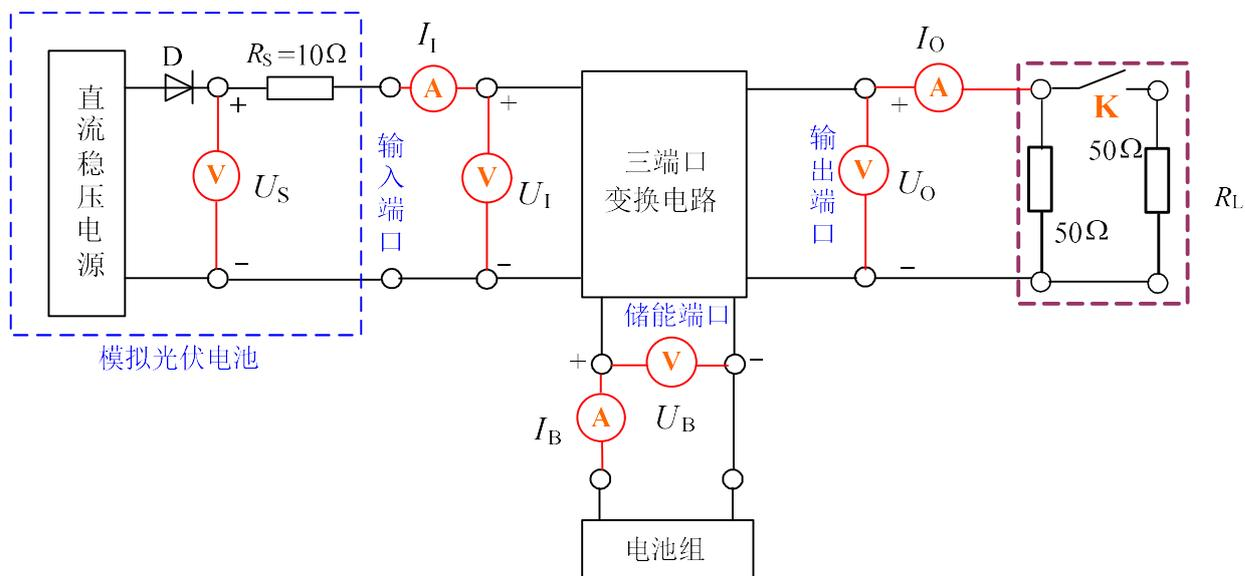

图2 三端口 DC-DC 变换器测试参考接线图
(5) 变换器效率 $\eta_I = \frac{P_O + P_B}{P_I} \times 100\%$ 、 $\eta_{II} = \frac{P_O}{P_I + P_B} \times 100\%$ ，其中 $P_I = U_1 \cdot I_1$ 、 $P_O = U_O \cdot I_O$ 、 $P_B = |U_B \cdot I_B|$ 。变换器的所有电路（包括测控电路）均由模拟光伏电池供电，即从输入端口（ U_1 处）取电。赛区测试时不再接入其他任何交、直流电源。
(6) 制作时应合理设置测试点，具体可参考图 2。